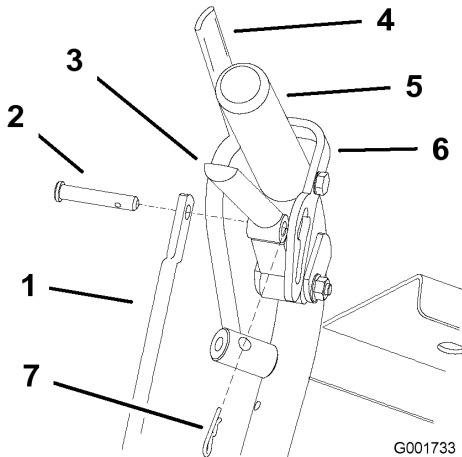

Figura 41
1. Ajuste la longitud de la varilla de control soltando la palanca de avance y retire el pasador de horquilla y el pasador. Gire la varilla en el acoplamiento (Figura 41).
4. Coloque el pasador en la palanca de avance (Figura 41).
6. Instale el pasador de horquilla entre las palancas de avance y los cierres de bloqueo de punto muerto e introdúzcalo en el pasador (Figura 41).